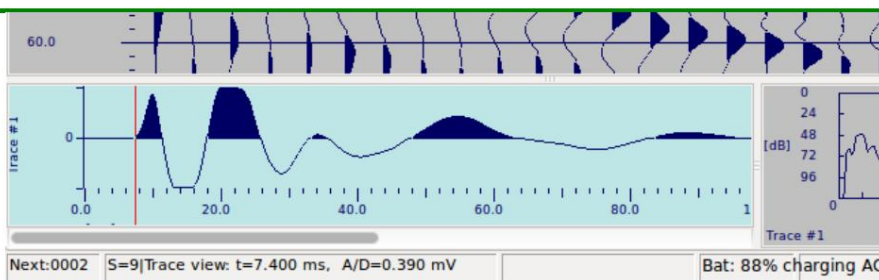

Figura 27 El marcador de tiempo de referencia rojo
- Coloque un marcador de tiempo de referencia (Figura 27)